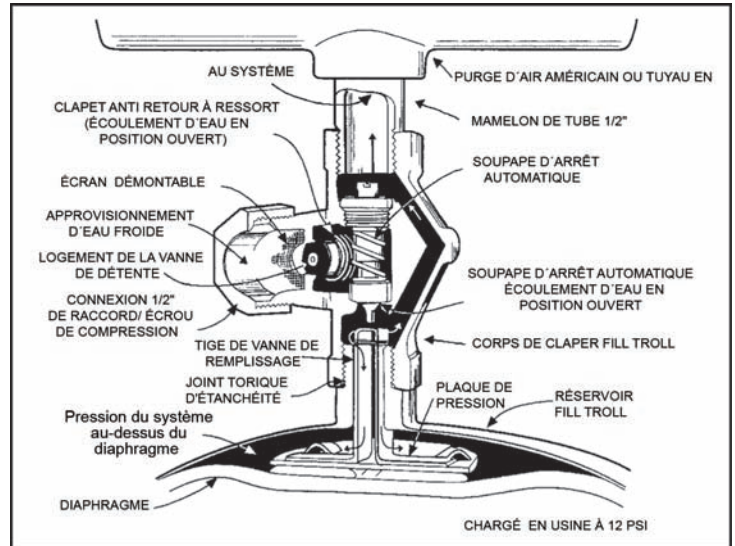
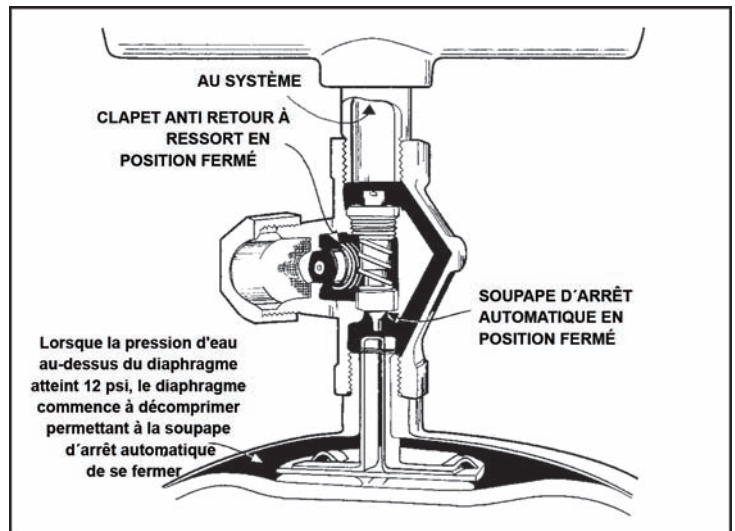

FIGURE 2
FIGURE 3
Se référant à la figure 2, l'eau pénètre dans la soupape du FILL-TROL grâce à la connexion 1/2" du raccord de compression, passe à travers la crépine et pousse pour ouvrir la soupape de contrôle anti-retour. Elle s'écoule ensuite à travers la soupape d'arrêt automatique, qui est en position d'ouverte par la pression de charge dans le réservoir FILL-TROL forçant le diaphragme contre la plaque de pression, ce qui soulève la tige d'ouverture du remplissage, en compressant le ressort de la soupape d'arrêt automatique. L'eau s'écoule ensuite à travers le corps de clapet et par l'intermédiaire du système de connexion au système de chauffage. Quand le système atteint une pression de remplissage-pressurisation de 12 PSI, le diaphragme dans le réservoir FILL-TROL surbaisse, permettant la fermeture automatique des soupapes de fermeture (voir la figure 3).
4. Pour enlever l'écran de la soupape FILL-TROL pour le nettoyage, coupez l'alimentation principale d'eau du système de chauffage et retirez l'écrou de compression (voir figure 2 ci-dessus).